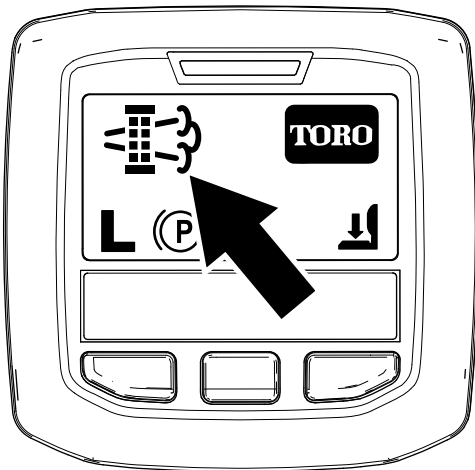

Figure 64
- Quand le calculateur moteur demande une régénération en stationnement ou une régénération d'urgence, l'icône de requête de régénération (Figure 64) s'affiche sur l'InfoCenter.